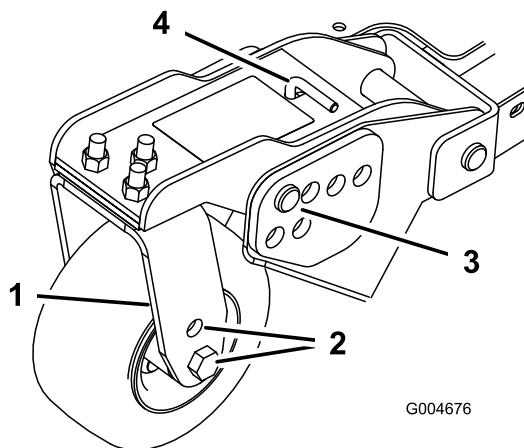
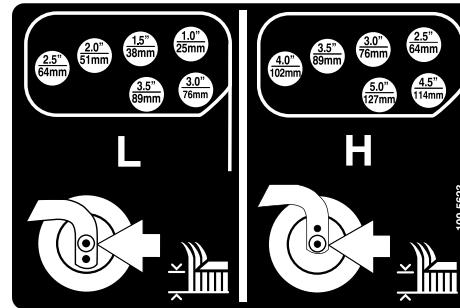

Figura 20
Figura 21
1. Coloque os eixos da roda giratória nos mesmos orifícios em todas as forquilhas da roda giratória (Figura 18 e Figura 20).
5. Retire o contrapino tipo grampo e os pinos de segurança dos braços articulados da roda giratória (Figura 20).
6. Rode a barra tensora para levantar ou descer o braço articulado, até os orifícios se encontrarem alinhados com os orifícios da altura de corte desejados, na estrutura da plataforma do cortador (Figura 20 e Figura 21).